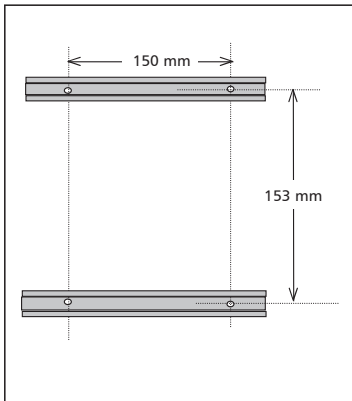

Fig. 1
- 1** ► Fixez deux profilés chapeau comme indiqué à la figure 1. Vous pouvez également calculer la position du rail inférieur en commençant par accrocher deux onduleurs uniquement au rail supérieur.